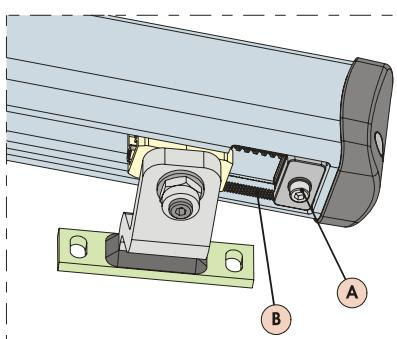

Рис. 19
**ВАЖНОЕ ПРИМЕЧАНИЕ:** Механический упор работает совместно с секцией зубчатой передачи, Рис. 19 сноска B. При наличии каких-либо проблем при перемещении убедитесь в том, что сопряжение указанных узлов не содержит препятствий. **НЕ ПРИЛАГАЙТЕ ИЗБЫТОЧНЫХ УСИЛИЙ.**